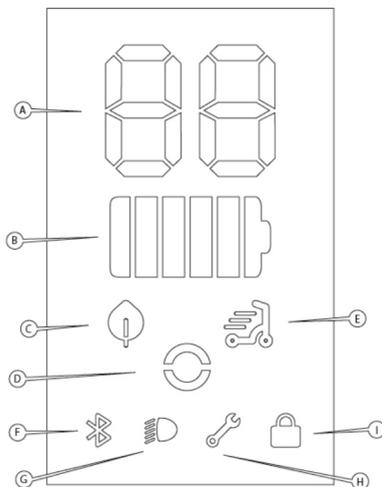

Figura 22 - Detalle de la pantalla
5. Comprobar que todo esté conectado correctamente, asegurándose de que el icono de Bluetooth en la pantalla parpadee (**véase el punto F Figura 22 - Detalle de la pantalla**).